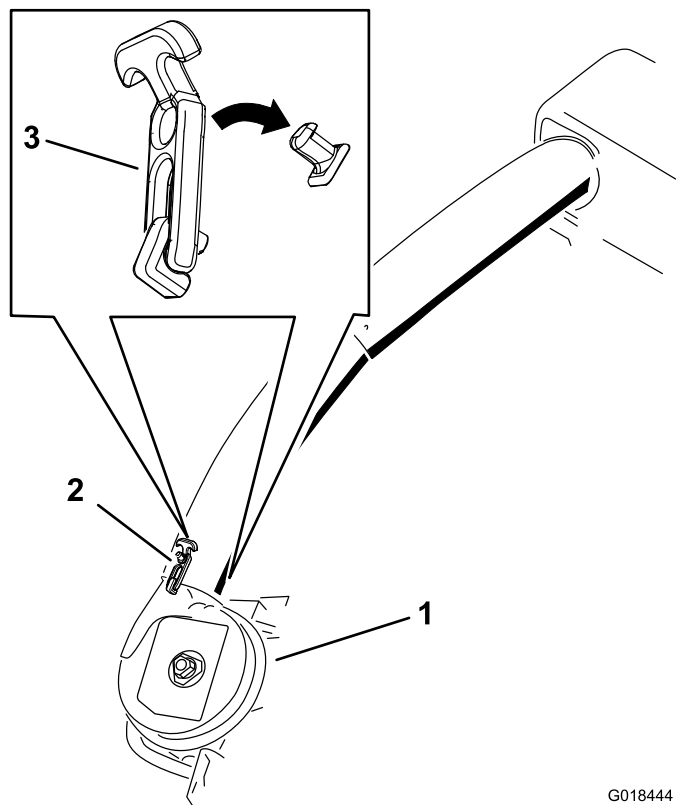

Figura 28
- Utilizzate entrambi i dispositivi di chiusura per fissare il tubo inferiore sul gruppo soffiatore (Figura 28).
21. Utilizzate entrambi i dispositivi di chiusura per fissare il tubo inferiore sul gruppo soffiatore (Figura 28).